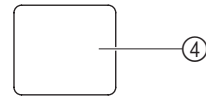

Fig. 3
- ③ **Indicador(Fig.3)**
- ④ **Receptor do sinal de comando**
- ⑤ **Indicador de funcionamento (vermelho) (OPERATION)**
- ⑥ **Indicador de temporização (verde) (TIMER)**
- ⑦ **Luz do indicador SUPER SILENCIOSO (SUPER QUIET) (Cor-de-laranja)**